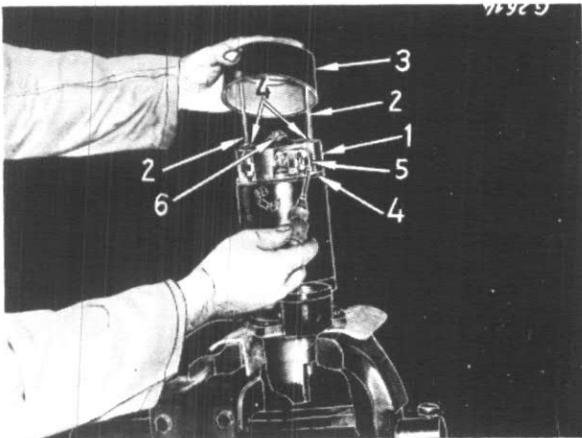

Figure 27
Vissez les deux boulons d'assemblage (2), fig. 27, le couvercle pare-poussière n'étant pas fermé.